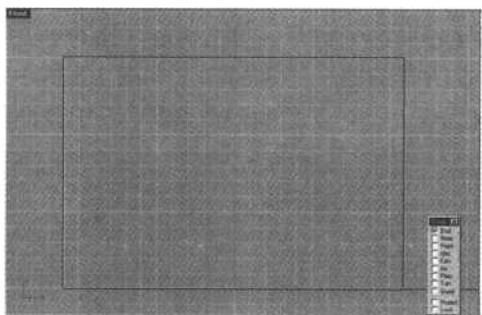

图 1.5 复制直线
- (4) 单击 **Copy**（复制物体） 工具，选择第二步所画的直线，单击鼠标右键确定，开始进行复制，将它拖到第一条直线的最右边，再单击鼠标左键确定，复制该直线到此处，如图 1.5 所示。注意此时 **Ortho** 和 **Osnap** 都是被激活的状态，如果它们是关闭状态，请打开。
- (5) 单击 **Copy**（复制物体） 工具复制视图最上方的直线到最下面，如图 1.5 所示。